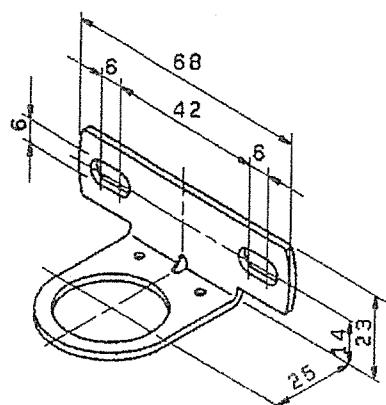

図1
- 1) オプション添付のブラケット"B"を使用する場合の取付け寸法は図1によります。